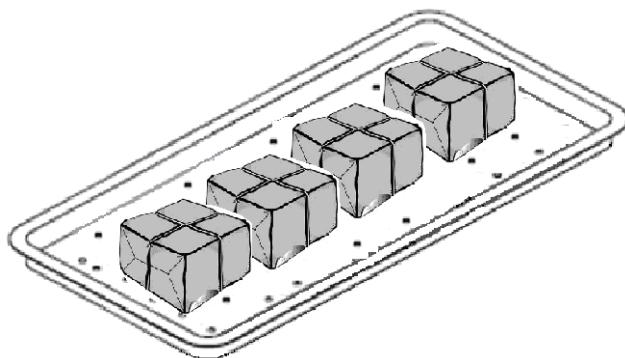

Figura 57
**Advertencia:** Para esterilizar el algodón absorbente o lana, envuelva con una toalla delgada, paño de cubierta, lino o manga de esterilización para evitar que se obstruya la tubería de acuerdo con la Figura 57.